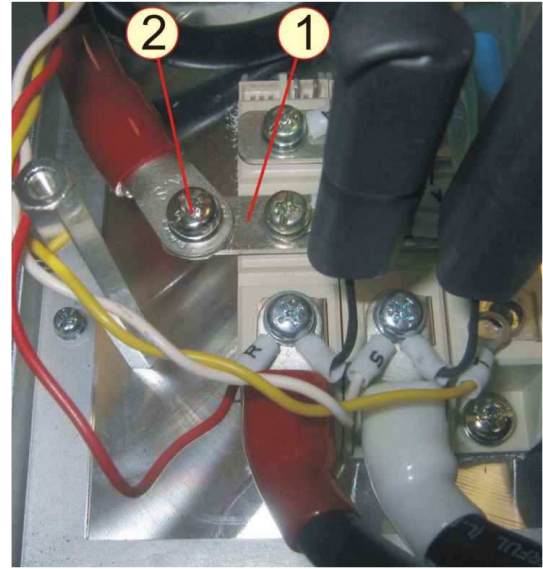

Рисунок 7.29
7.11.11 Закрепить наконечник провода, соединенного с дросселем L1, на шине 1 винтом 2 (рисунок 7.29).